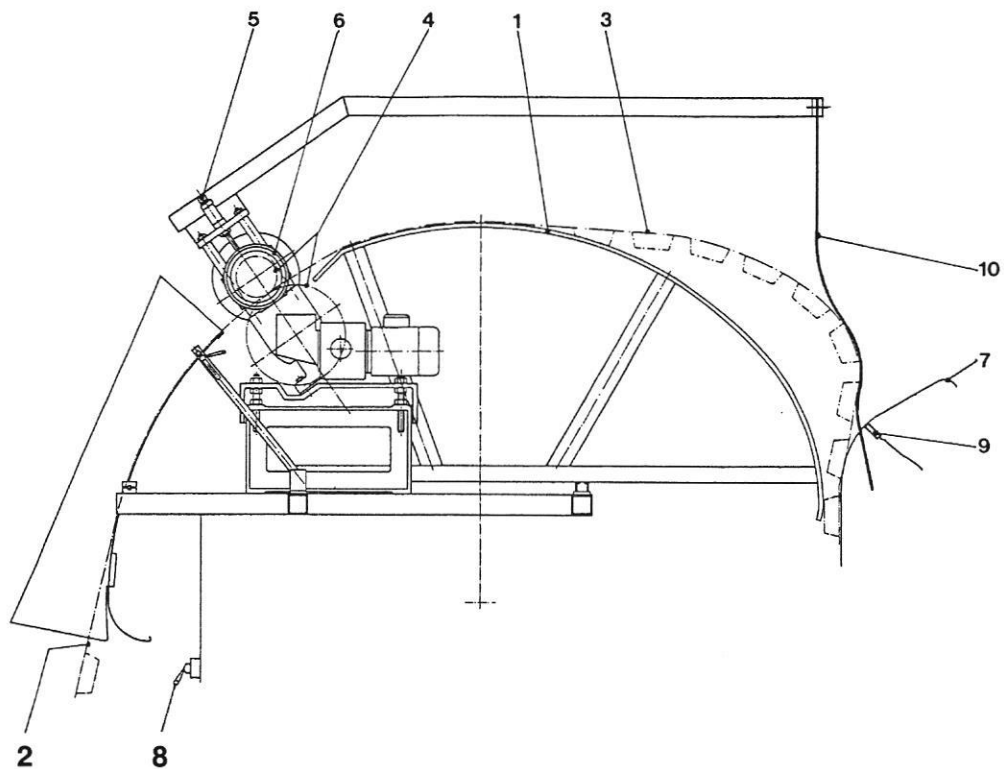

Figura 18 - trasportatore ausiliario
Il nastro termoformato viene trasportato a sinistra ed a destra tramite una rispettiva ruota motrice con rivestimento in vulcolan. L'azionamento avviene direttamente tramite un ingranaggio a vite senza fine montato direttamente sull'albero di trasmissione e regolato da un invertitore di frequenza. La ruota dentata a flangia della ruota motrice s'ingrana nella dentatura del controrullo a pressione pneumatica che funziona così in modo sincrono. Per infilare l'inizio del nastro si possono sollevare i due controrulli per mezzo di una valvola a cassetto (valvola a leva a mano - pos. 8 - figura 18). Mediante il pulsante nella zona di alimentazione si può continuare a trasportare il nastro termoformato.
mato nel funzionamento a intermittenza, finché la racla non afferrerà i rialzi del nastro. Una volta formatasi un'ansa (pos. 10 - figura 19) si può impostare il modo automatico. La regolazione del nastro di termoformatura sui lati sinistro e destro avviene girando il volantino (pos. 6 - figura 18).